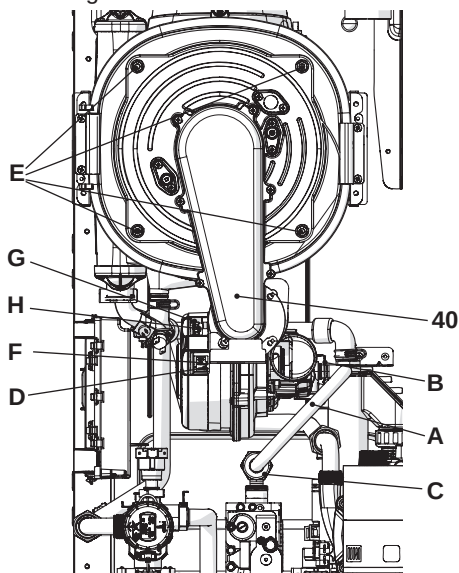

Figura 5.6
40 in Figura 5.6.
- Inserire un cacciavite piano nella rientranza D del connettore F Figura 5.6 e fare leva verso il basso, contemporaneamente scollegare il connettore F Figura 5.6 tirandolo frontalmente (Figura 5.6).
- Scollegare il connettore del ventilatore G premendo il gancio in plastica H posizionato nella parte sottostante del connettore (Figura 5.6).
- Svitare i dadi E e rimuovere il gruppo bruciatore ventilatore 40 (Figura 5.6)